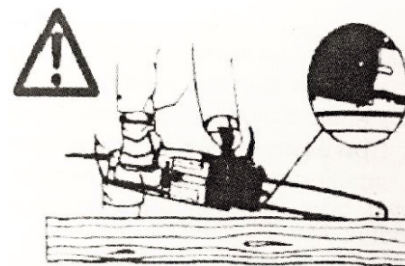

Рисунок 4
- Резка в длину (рис.4) должна производиться по возможности под малым углом. При этом требуется особая осторожность, так как зазубренная планка в этом случае не может быть использована.